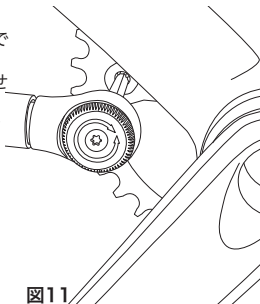

図11
- トルク・レンチを使用し、エカルの場合は **8 Nm (71 in.lbs)** で、エカルGTの場合は **10 Nm (88 in.lbs)** でボルトを固定します (図11)。